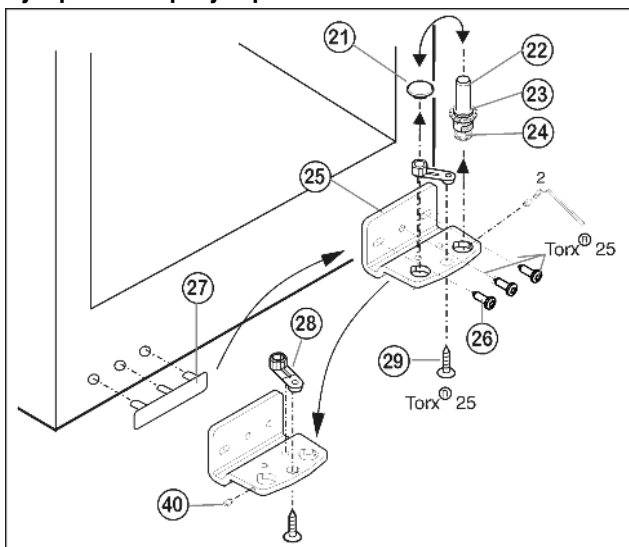

Fig. 7
- ▶ Отвинтите установочный винт Fig. 7 (40) приблизительно на один оборот прилагаемым торцевым ключом.
- ▶ Извлеките опорный винт Fig. 7 (22) в комплекте с шайбой Fig. 7 (23) и регулируемой опорой Fig. 7 (24), вывинчивая его вверх.
- ▶ Снимите пробку Fig. 7 (21).
- ▶ Открутите Fig. 7 (26) опорный кронштейн Fig. 7 (25).
- ▶ Полностью выкрутите установочный винт Fig. 7 (40) и вкрутите на противоположной стороне на нижнем опорном кронштейне, чтобы он был заподлицо с этим кронштейном.
- ▶ Открутите Fig. 7 (29) опорную деталь Fig. 7 (28) и, переставив в отверстие на противоположной стороне опорного кронштейна, снова прикрутите.
- ▶ Переставьте пробку Fig. 7 (21) в свободное отверстие.
- ▶ Осторожно снимите и переставьте на противоположную сторону крышку со стороны ручки Fig. 7 (27).
- ▶ Снова прикрутите опорный кронштейн Fig. 7 (25) на новой стороне шарнира (с моментом 4 Нм). При необходимости используйте аккумуляторный шуруповерт.
- ▶ \*Вновь закрутите опорный винт Fig. 7 (22) в комплекте с шайбой и регулируемой опорой.
- ▶ Затяните установочный винт Fig. 7 (40).
- ▶ Установите нижнюю дверцу сверху на нижний опорный винт Fig. 7 (22).
- ▶ При необходимости выровняйте дверцы через два продольных паза в нижнем опорном кронштейне Fig. 7 (25) и среднем опорном кронштейне Fig. 5 (13) параллельно корпусу устройства. Для этого выкрутите средний винт на нижнем опорном кронштейне Fig. 7 (25).